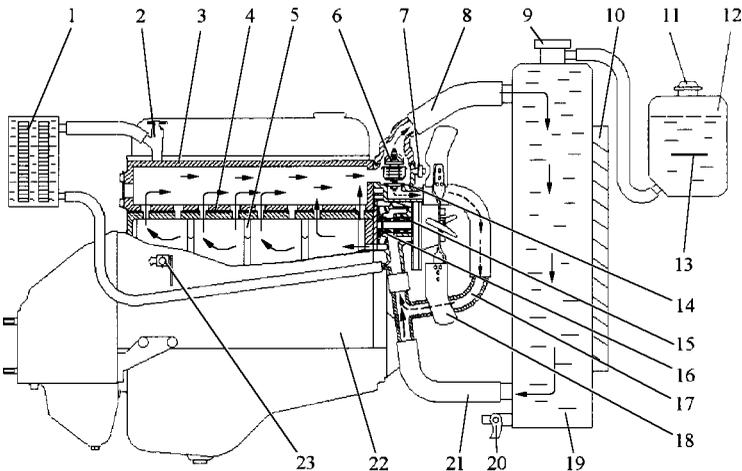

Рис. 4.31. Схема системы охлаждения двигателя:
**Система охлаждения двигателя** (рис. 4.31) - жидкостная, закрытая, с принудительной циркуляцией охлаждающей жидкости центробежным насосом.